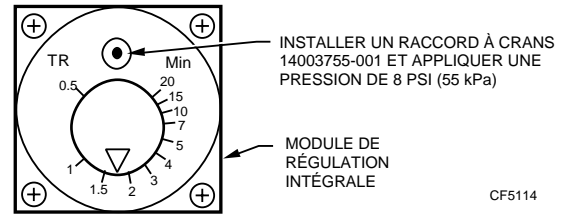

Fig. 13. Raccord de la canalisation au module de régulation intégrale.
1. Retirer la vis du module de régulation intégrale (Fig. 13) et installer le raccord à crans 14003755-001 et le joint torique à la place.